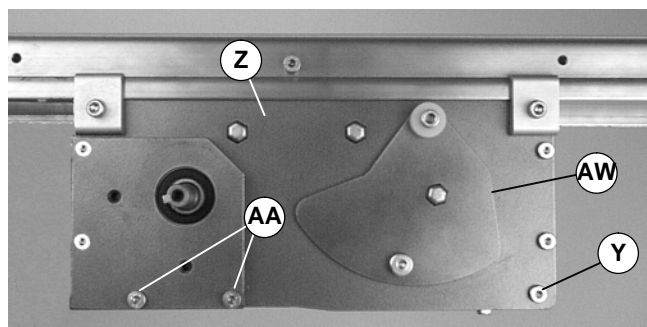

Abbildung 36
12. Die Schraube (Y siehe Abbildung 36) an jeder Seite mit 9 Nm festziehen.
13. Schrauben (AA siehe Abbildung 36) auf jeder Seite des Mittenantriebsmoduls wieder anbringen (Z). Die Schrauben mit 9 Nm festziehen.
HINWEIS: Bei einem neuen Gurt befindet sich die Spannplatte in Position (AW siehe Abbildung 36). Wenn die Spannplatte bis zu Position (AX siehe Abbildung 37) reicht, muß der Fördergurt ersetzt werden.